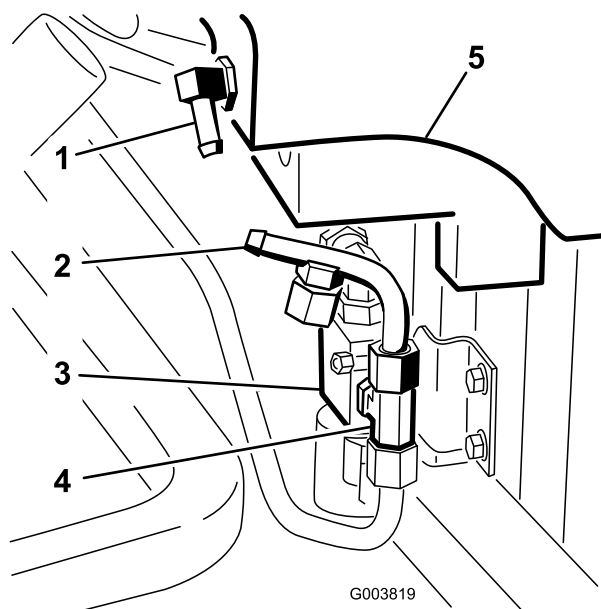

Figura 24
3. Montate il tubo idraulico numero 4 sul raccordo a T montato sul lato della valvola (Figura 24).